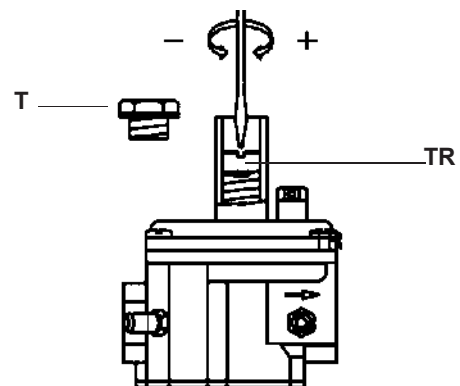

Рис. 16
- Для увеличения давления газа на выходе при помощи отвёртки поворачивайте винт TR, как показано на Рис. 16. При ввинчивании давление увеличивается, при отвинчивании - уменьшается.